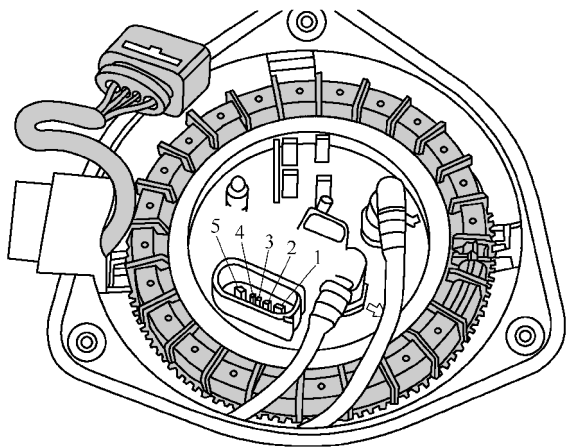

图 1-4-18 将万用表连接到端子 3 和 4 之间测量电阻
(1) 拆下后座长椅。
(2) 松开并拆下左侧密封法兰盖板。
(3) 脱开密封法兰上的插接器，如图 1-4-18 所示。
(4) 将万用表连接到端子 3 和 4 之间，测量电阻。